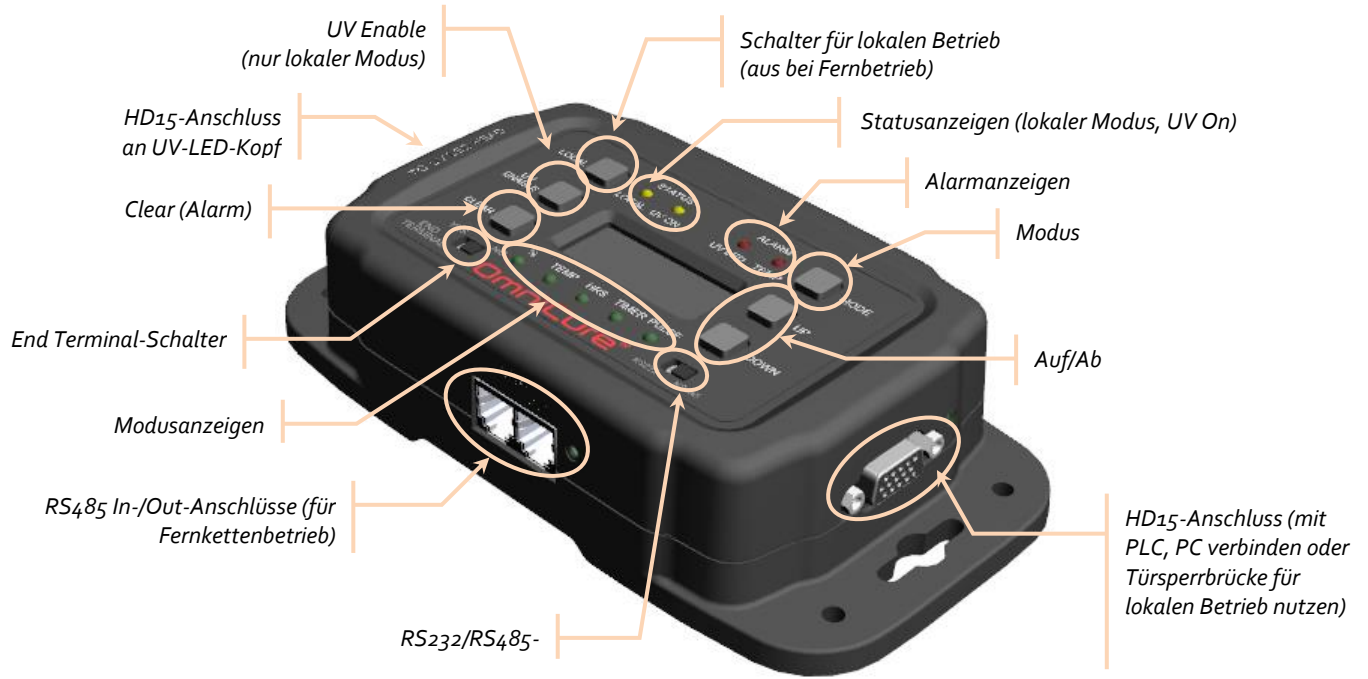

Abbildung 1 PLC2000 UV-Kopf-Steuereinheit
2. Verbinden Sie das Buchsenende des mitgelieferten HD15-Kabels mit der Steereinheit, an dem mit *To UV LED Head* gekennzeichneten Ende (siehe Abbildung 1).
5. Setzen Sie die mitgelieferte Türsperrbrücke in den HD15-Port der Steereinheit (auf der anderen Seite des mit dem UV-LED-Kopf verbundenen Port) (siehe Abbildung 1).
7. Betätigen Sie die Taste *Local*, um in den lokalen Modus zu wechseln (Anzeige *Status* » *Local* leuchtet). Wenn Sie den PLC2000 fernsteuern, vergewissern Sie sich, dass die Taste *Local* nicht gedrückt wurde (Anzeige *Status* » *Local* aus) (siehe Abbildung 1).
8. Jeglicher UV-LED- oder Temperaturfehler wird über die *Alarm*-Anzeigen auf der Steereinheit angezeigt. Um diese zu löschen, bestätigen Sie die Taste *Clear* (siehe Abbildung 1).